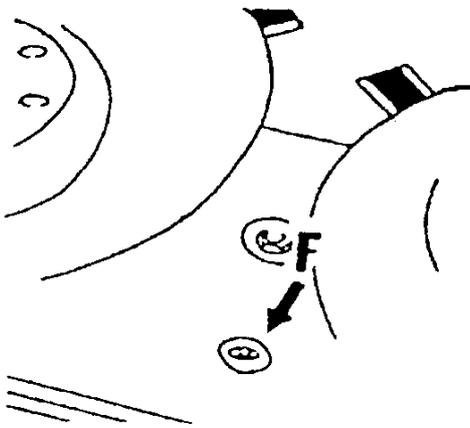

Abb. 22
Ölniveau mit dem Zollstock in Öleinfüllöffnung (F) messen. Die Öleinfüllschraube für den Mähbalken sitzt zwischen den mittleren Mähscheiben (Abb. 22). Ggf. Öl auffüllen, bis der Sollstand von 12 mm erreicht ist.